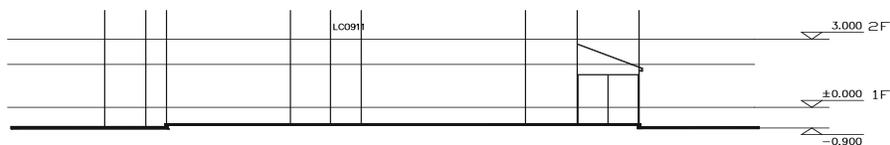

图 12-1-51
**STEP 08** 使用偏移命令 OFFSET 将  $\pm 0.000$  位置的水平线分别依次向上偏移 1900、1100，如图 12-1-51 所示。